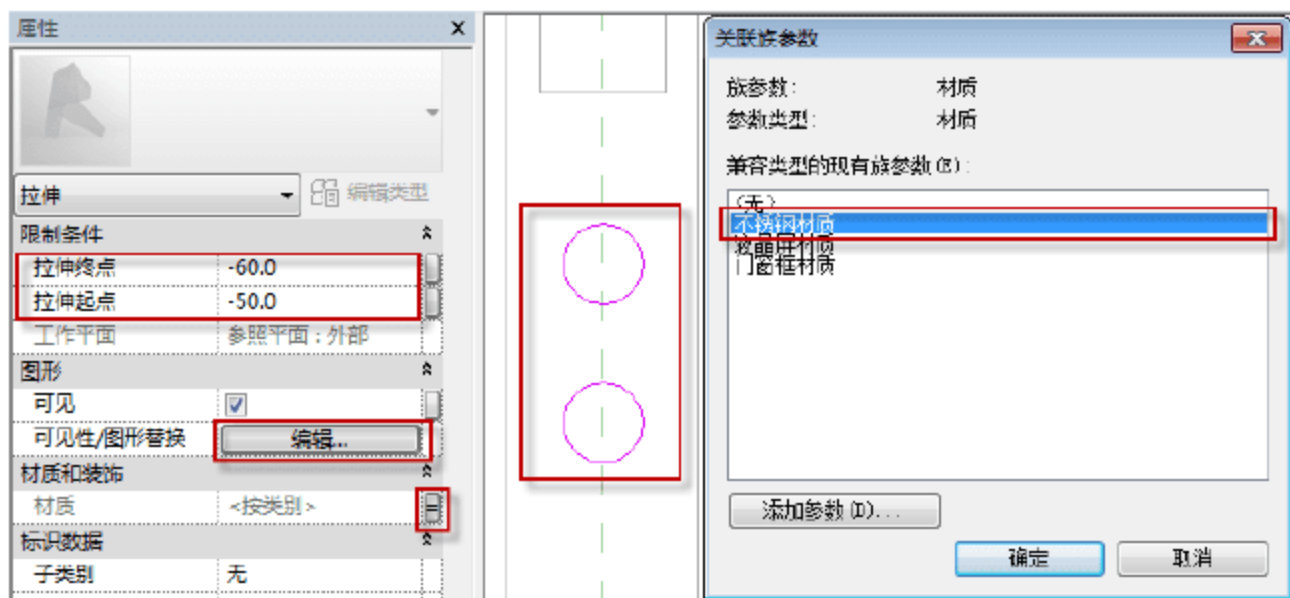

图 8.4.16 创建电梯层站召唤器按钮
(12) 创建电梯层站召唤器按钮。按快捷键 R+P，创建一条电梯楼层按钮面板居中辅助线。选择“创建”→“拉伸”→“圆形”命令，接着在辅助线上绘制出半径为“25”的圆形，分别修改“拉伸终点”和“拉伸起点”数值为“-60”和“-50”，单击选中该圆形，按快捷键 C+O，以其圆心为起点绘制一个距离其 100mm 的新的圆形。设置其材质为“不锈钢材质”。在弹出的“族图元可见性设置”对话框中取消“平面/天花板平面视图”和“当在平面/天花板平面视图中被剖切时（如果类别允许）”复选框的选择，单击“完成编辑模式”按钮完成电梯层站召唤器按钮的创建，如图 8.4.16 所示。